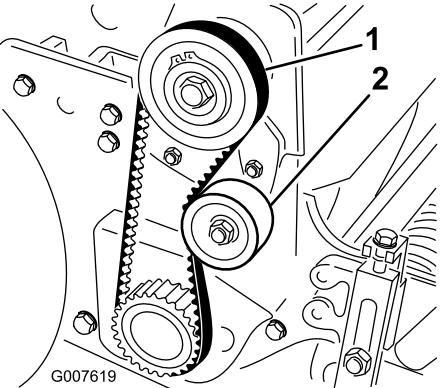

Figura 29
2. Verifique a tensão pressionando a correia a meio curso entre as polias (Figura 29) com uma força de 1,8 a 2,3 kg. A correia deverá flectir-se 6 mm.
A. Desaperte a porca de montagem da polia intermédia e incline-a para o lado de trás da correia até que obtenha a tensão desejada da correia (Figura 29).